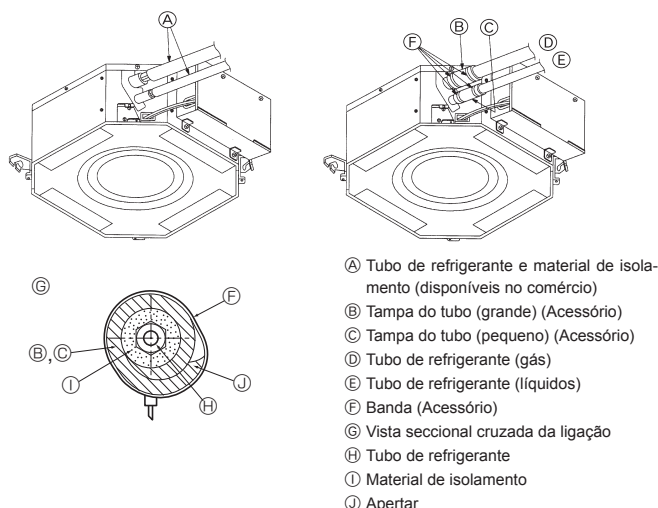

Fig. 5-8
5.4. Ligação do tubo (Fig. 5-8)